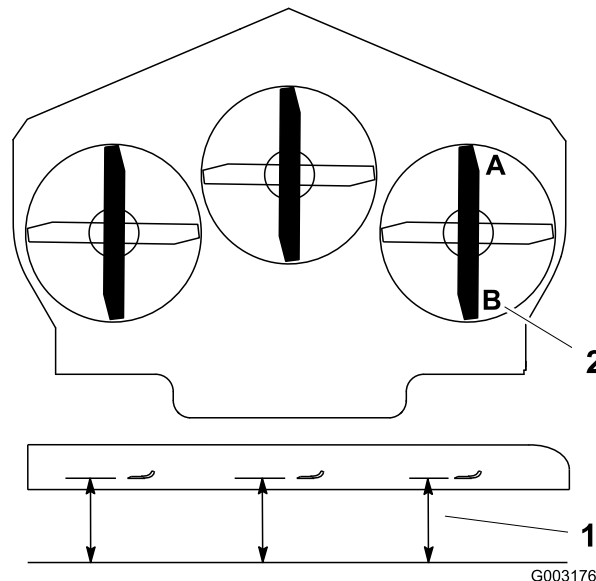

Bild 79
1. Stellen Sie das rechte Schnittmesser in Längsrichtung (Bild 79).
2. Messen Sie das rechte Messer an der Stelle **A** von einer ebenen Oberfläche bis zur Schnittkante der Messer (Bild 79).
4. Messen Sie das rechte Messer an der Stelle **B** von einer ebenen Oberfläche bis zur Schnittkante der Messer (Bild 79).
6. Das Schnittmesser sollte an Stelle **A** 6 mm bis 10 mm niedriger sein als an Stelle **B** (Bild 79). Sollte die Einstellung nicht richtig sein, machen Sie mit den folgenden Schritten weiter.